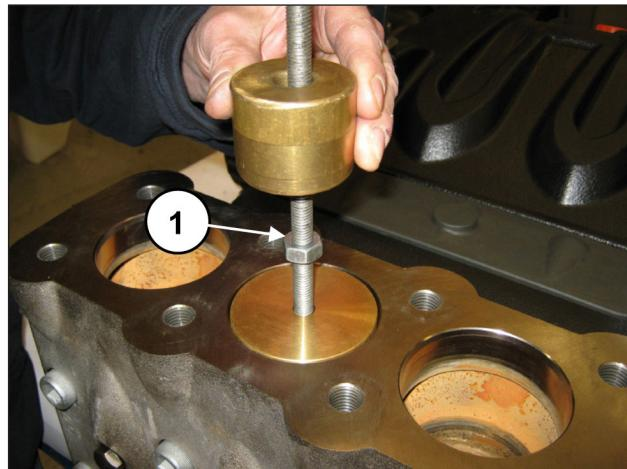

图 98
取出阀塞，将带冲击锤的提取器安装在阀塞（位置①，图 98）的M10孔上。